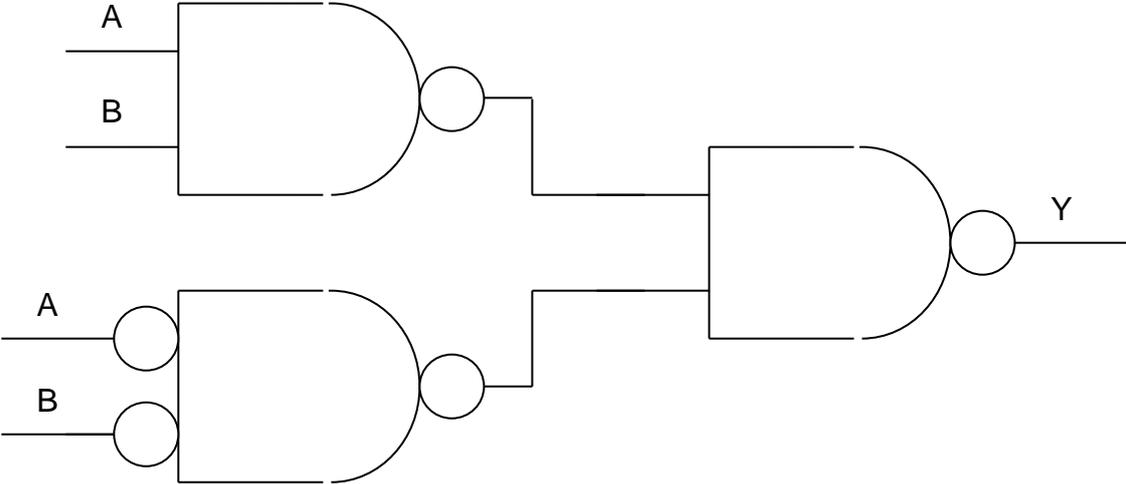

Abbildung 26: EXNOR als CMOS Gate (Variante 2)
Hier bietet sich an, OR in (N)AND umzuwandeln und die Schaltung zu vereinfachen (Abbildung 26). Wir brauchen dann 3 NAND – Gattern und zwei Invertern. Das sind 4 Transistoren in zwei Invertern und 12 Transistoren in drei NANDs. Also die erste Realisierung verwendet weniger Transistoren.